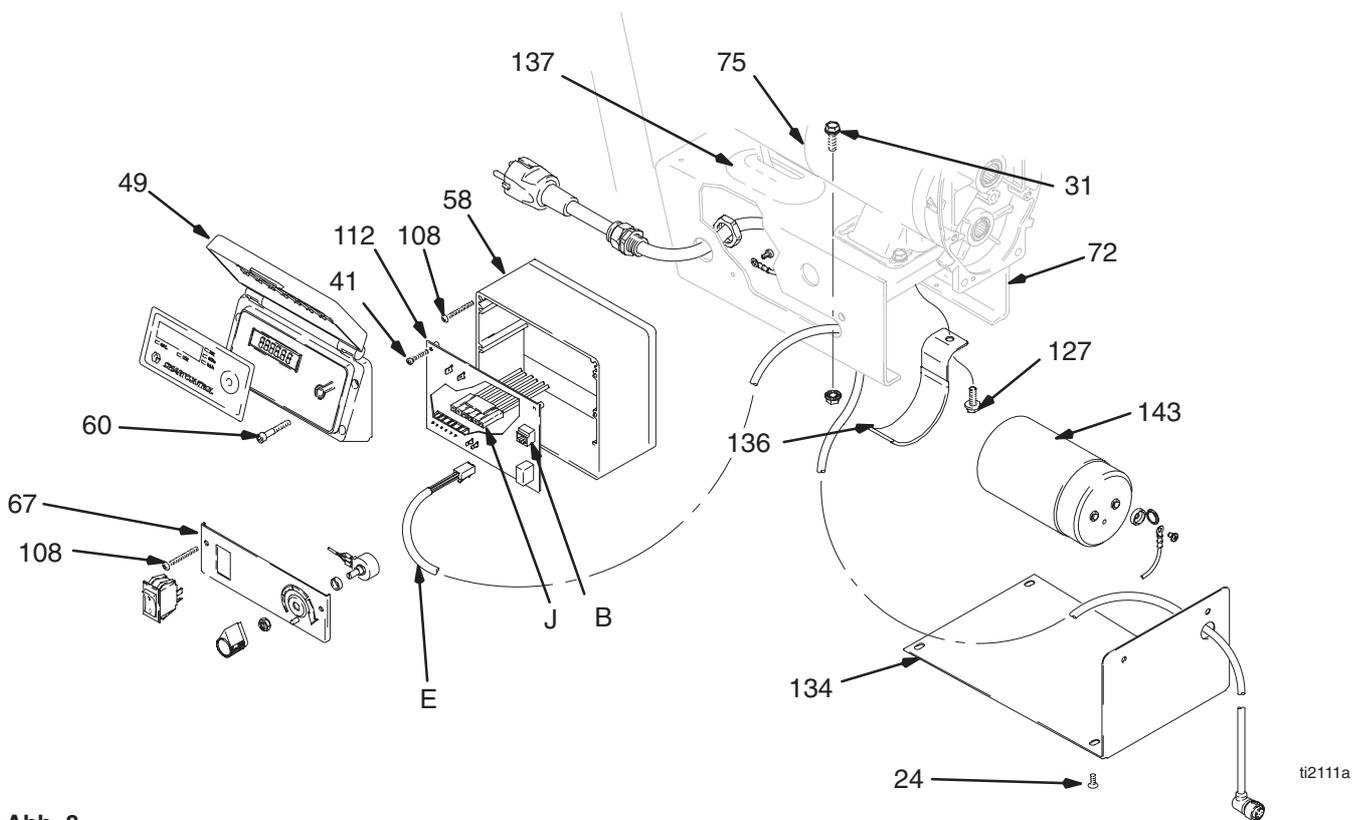

Abb. 8
- Getriebegehäuse (78) entfernen; siehe Abschnitt **Getriebegehäuse auswechseln** auf Seite 18.
- Abb. 8. Die sechs Schrauben (24) und die untere Abdeckung (134) entfernen.
- Die vier Schrauben (60) und die Abdeckung (49) entfernen.
- Kabel (B) von der Steuerkarte (112) abziehen.
- Die beiden unteren Schrauben (108) und die Platte (67) entfernen.
- Die zwei oberen Schrauben (108) und das Steuergehäuse (58) entfernen.
- Den Motorstecker (J) von der Steuerkarte (112) abziehen. Zu diesem Zweck die Steckernasen zusammendrücken, um den Stecker zu lösen.